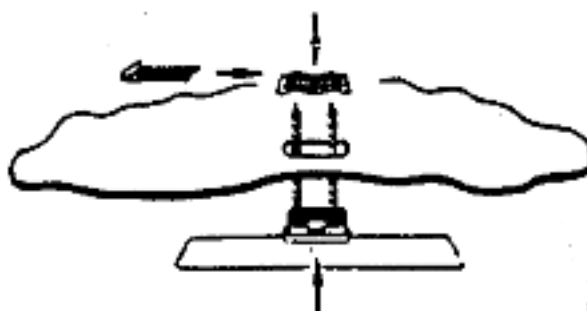

Figure 2
- L'appareil est muni d'une embase électrique mâle et livré avec une fiche prolongatrice femelle (Fig.2). Raccorder cette fiche aux 3 fils du câble d'alimentation.